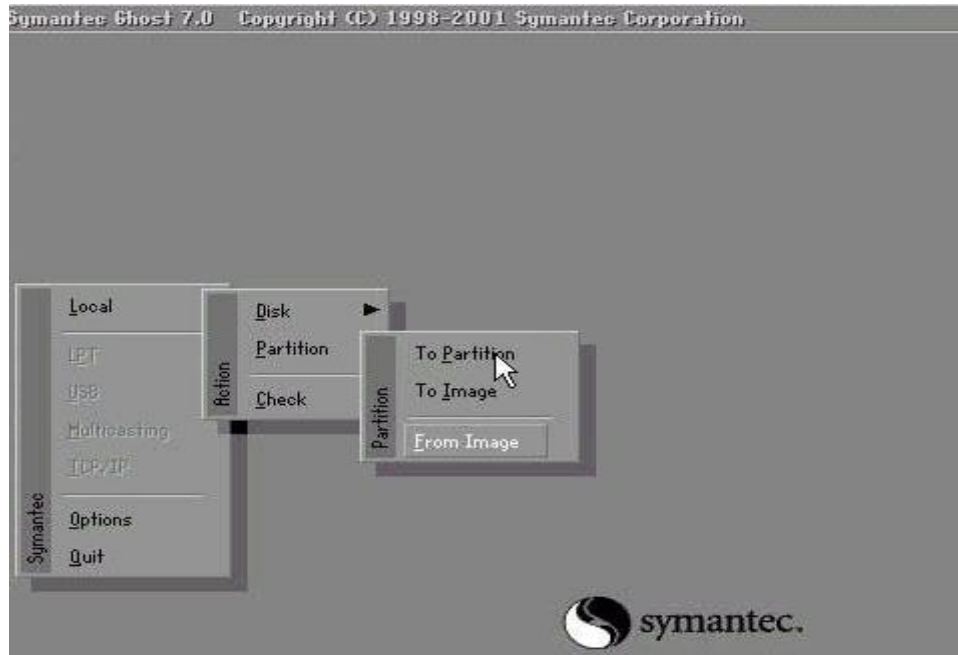

图 2-3 GHOST 安装界面
5. 待 CPAC-Otobox 自动化控制器再次启动后，执行 GHOST.exe 文件，进入 GHOST 安装界面（如图 2-3 所示）。